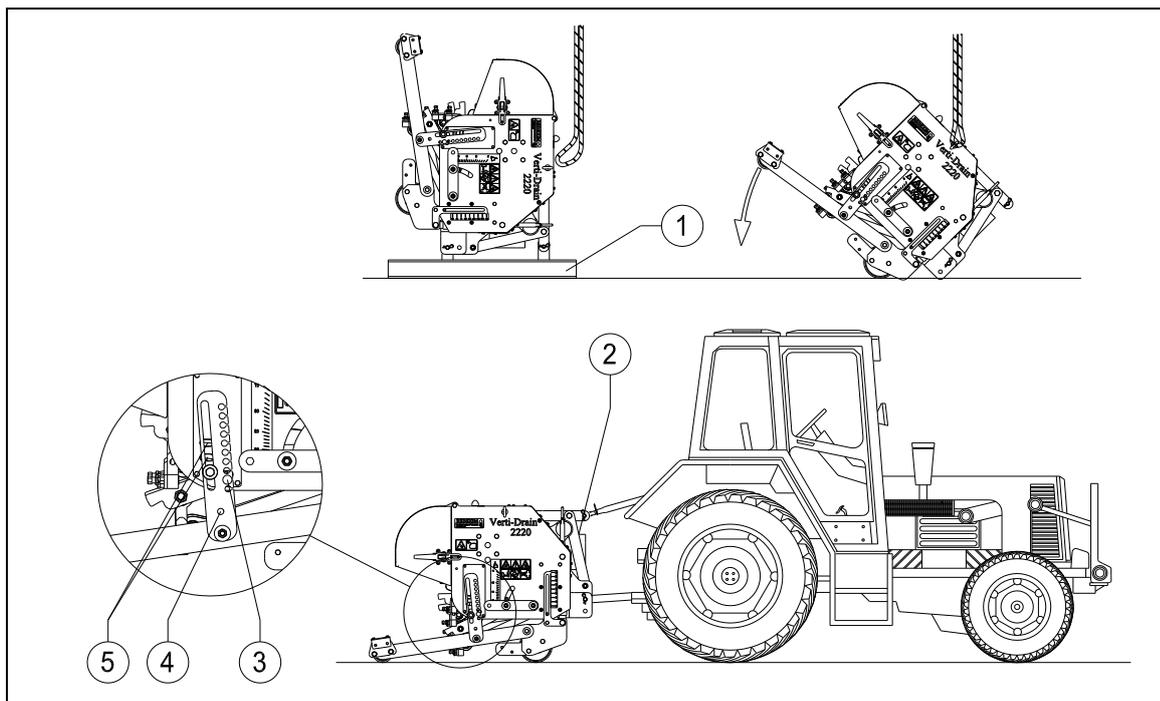
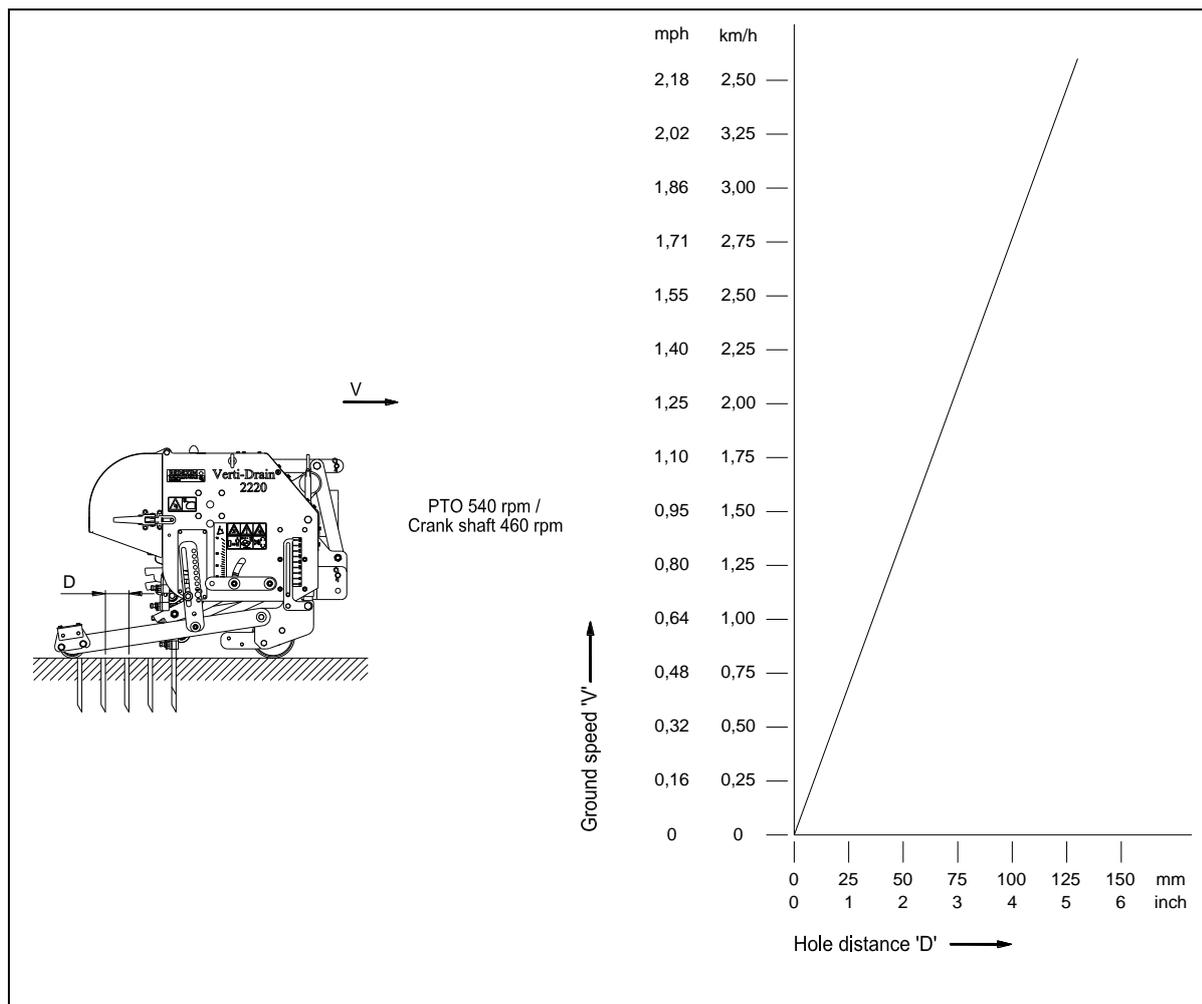

Fig. 8
Fig. 11
La máquina está en la paleta verticalmente. Se debe proceder de la manera siguiente para quitar la paleta y conseguir que la máquina llegue al suelo horizontalmente (véase la fig. 8):
Para evitar doblarse del rodillo trasero pinchando poco profundamente, se puede optar por bloquear el rodillo trasero antes, fijando el pestillo de seguridad 3 (fig.8) dentro de uno de los agujeros 5.
A 90 grados, las púas sólo entran en el suelo rectamente si se ha ajustado la máquina adecuadamente, véase la fig. 8. Si esto no es correcto, se pueda producir la fuerza F, véase la fig. 11, que dañará la máquina.
La distancia entre los agujeros D, la fig. 11, en el sentido de marcha es determinada por la velocidad de marcha. Si el cliente quiere una distancia pequeña entre los agujeros, debe ser posible de ir suficientemente despacio, lo que depende del tractor.
En la fig. 11 hay un cuadro que muestra las relaciones entre la velocidad de marcha y la distancia entre los agujeros. Si se conoce la velocidad de marcha del tractor para 540 rpm del eje de la toma de fuerza, se puede determinar la distancia entre los agujeros.
- ⚠ **Si el Verti-Drain® no es montado de la manera correcta tras el tractor, véase la fig. 8, varios ángulos del eje de la toma de fuerza puedan causar vibraciones en la línea de marcha de la máquina. Estas vibraciones pueden dañar la máquina y los agujeros en el suelo.**